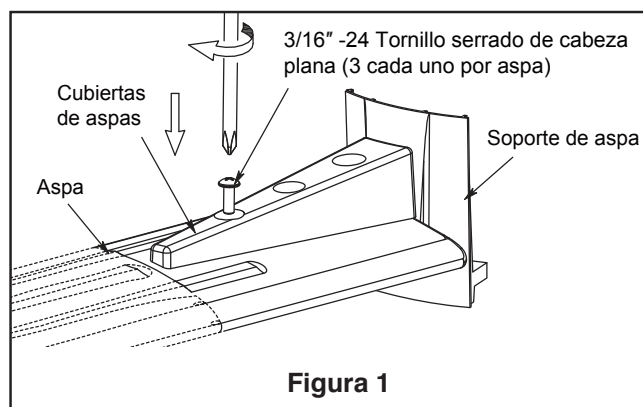

Figura 1
- ☐ 1. Instale la cubierta rotando la ranura clave en la cubierta sobre el tornillo de hombro del soporte del gancho, teniendo cuidado de no pillar los cables. Fije el tornillo de hombro. Instale adecuadamente y fije el segundo tornillo de hombro que fue anteriormente guardado. (Figura 1)
1. Apoye el lado liso del soporte de aspas sobre una superficie plana, con la parte interior del soporte mirando hacia arriba. Este es el lado que tiene los pilotes roscados y la base inclinada. Coloque las aspas sobre sus soportes con los postes roscados que se muestran. Asegúrese de que el borde inferior del asa esté completamente asentado sobre el brazo del asa. Coloque la cubierta del soporte de aspas sobre el asa, y alinee los orificios sobre los pilotes roscados. Con un destornillador Phillips, enrosque ambos tornillos en los pilotes pero no los ajuste por completo. Antes de ajustarlos por completo, alinee la línea central del soporte de aspas con el centro del extremo del asa. Ajuste ambos tornillos para asegurar el asa. (Figura 1)
- ☐ 1. Extraiga los seis tornillos del soporte ubicado en la parte inferior de la unidad del motor. Instale la unidad de la placa de luz en al soporte utilizando los tornillos retirados previamente. (Figura 1)